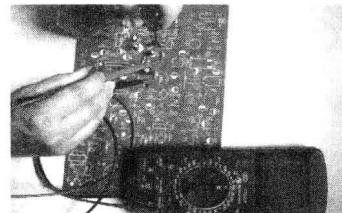

图 1-10 稳压输出调整
- 4) 调电压调节电位器  $W_{10}$ ，使输出为 12V，如图 1-10 所示。